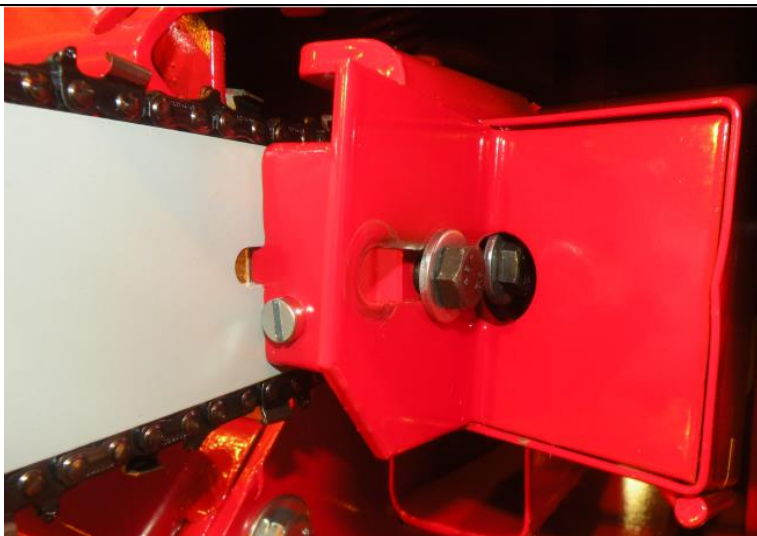

Bild 75.
3. Lossa på kapsvärdets fästbultar och dra bort skyddet för sågkedjans rem enligt bild 75.
7. Sätt tillbaka remmens skydd enligt bild 75 och dra åt kapsvärdets fästbultar.